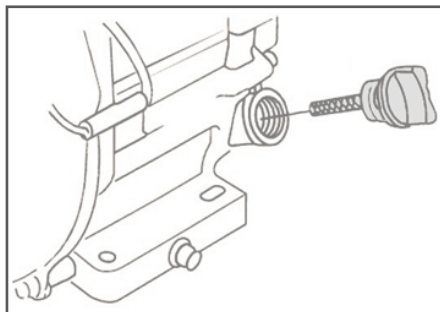

Рис. 10 Крышка-щуп маслосазливной горловины
2. Открутите крышку-щуп маслосазливной горловины и извлеките щуп (Рис. 10).